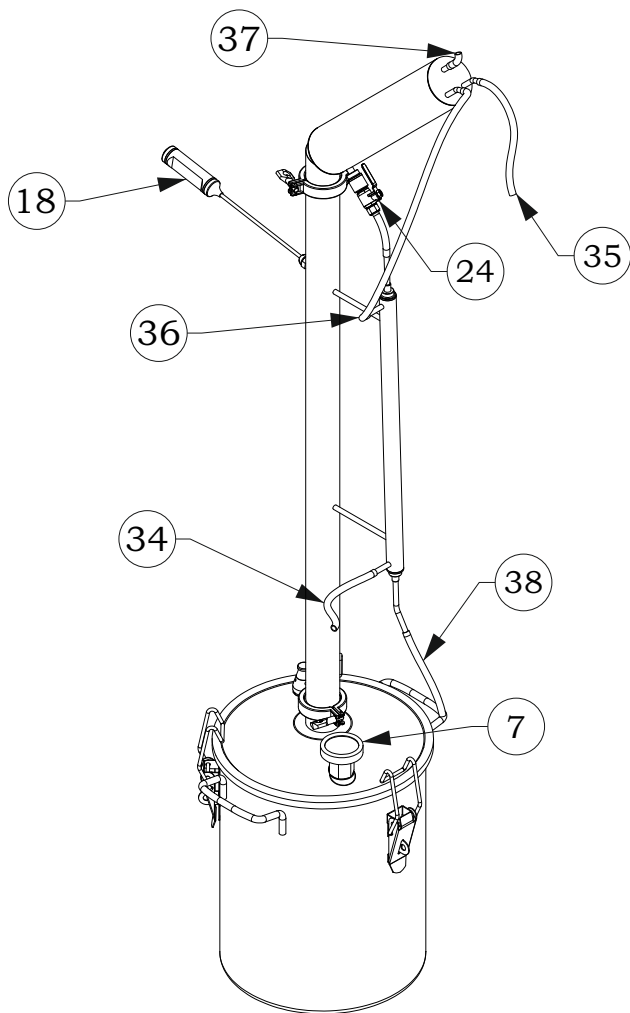

Рис. 7. Схема подключения шлангов к ректификационной колонне
7. Присоединить все шланги согласно схеме. Схему см. на рис. 7.